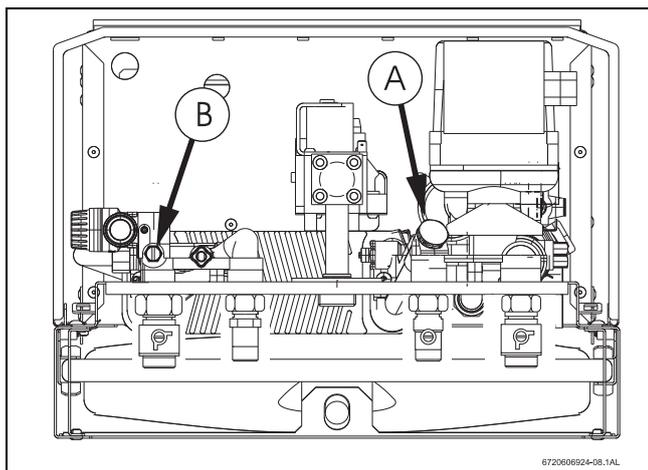

Fig. 27
- ▶ Dévisser le couvercle (→Fig. 27, Pos. A).
- ▶ Dévisser la vis de vidange (→Fig. 27, Pos. B).